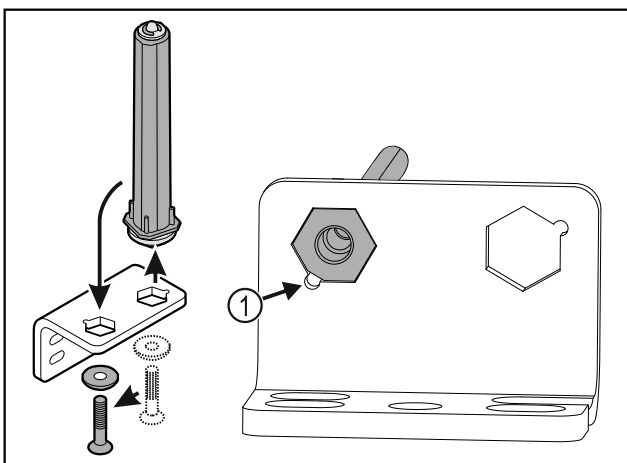

Fig. 32
- ▶ Lors de l'insertion de l'axe, veiller à ce que son chanfrein Fig. 32 (1) soit du côté du trou rond.